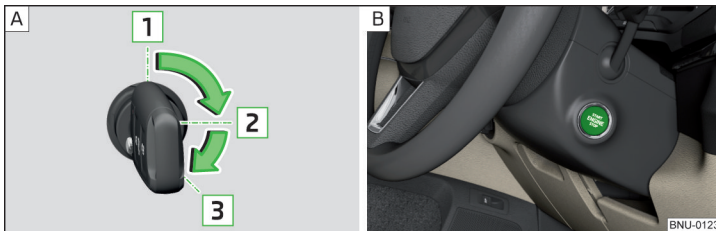

Abb. 235 Positionen des Fahrzeugschlüssels im Zündschloss / Starterknopf
**Positionen des Fahrzeugschlüssels im Zündschloss** » Abb. 235 - **A**
› Den Knopf drücken » Abb. 235 - **B**, die Zündung wird ein-/ausgeschaltet.
- › Bei Fahrzeugen mit **Zündschloss** den Schlüssel in die Position **3** drehen » Abb. 235 auf Seite 207 - **A**, es erfolgt der Startvorgang. Dann den Schlüssel loslassen, der Motor springt automatisch an.
- › Bei Fahrzeugen mit **Starterknopf** den Knopf kurz drücken » Abb. 235 auf Seite 207 - **B**, der Motor springt automatisch an.
- › Bei Fahrzeugen mit **Zündschloss** den Schlüssel in die Position **1** drehen » Abb. 235 auf Seite 207 - **A**.
- › Bei Fahrzeugen mit **Starterknopf** den Knopf drücken » Abb. 235 auf Seite 207 - **B**, der Motor und die Zündung werden gleichzeitig ausgeschaltet.
► Den Knopf gedrückt halten » **Abb. 235 auf Seite 207** - **B** oder zweimal innerhalb von 1 Sekunde drücken.